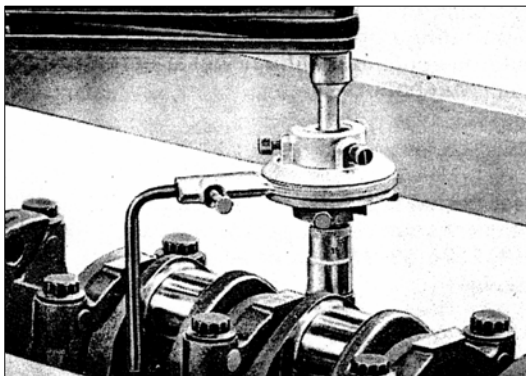

РИС. 51
11) Затяните эти болты динамометрическим ключом в вышеизложенной последовательности до первоначального крутящего момента 5+1 кг·м. Достигните окончательного крутящего момента с помощью приспособления 2576 5890 0204, затягивая на 90°+20° и придерживаясь той же последовательности (рис. 51).